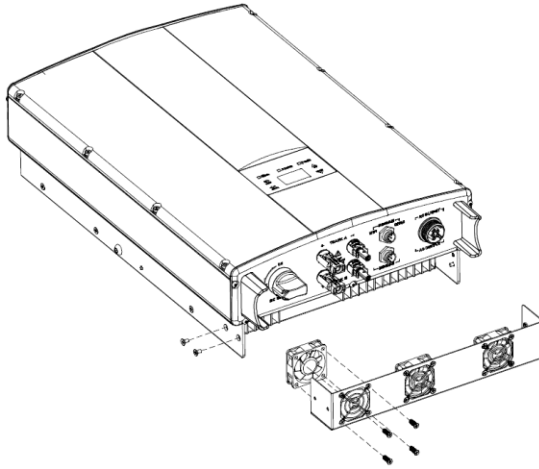

Fig 5.2 Dezasamblați cutia ventilatorului
- (1) Deconectați întrerupătorul de curent alternativ;
- (2) Rotiți comutatorul DC în poziția „OFF”;
- (3) Așteptați cel puțin 10 minute;
- (4) Deconectați toate cablurile electrice din partea de jos a invertorului;
- (5) Ridicați invertorul cu ajutorul altora și scoateți invertorul de pe perete;
- (6) Așezați invertorul pe platforma de operare;
- (7) Dezasamblați cutia ventilatorului așa cum se arată în Fig 5.2;